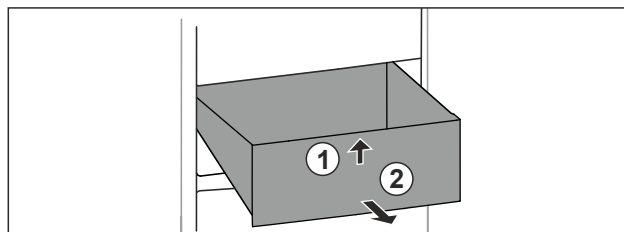

Fig. 83
- ▶ 抬起抽屉前部。 Fig. 83 (1)
- ▶ 朝前取出抽屉。 Fig. 83 (2)